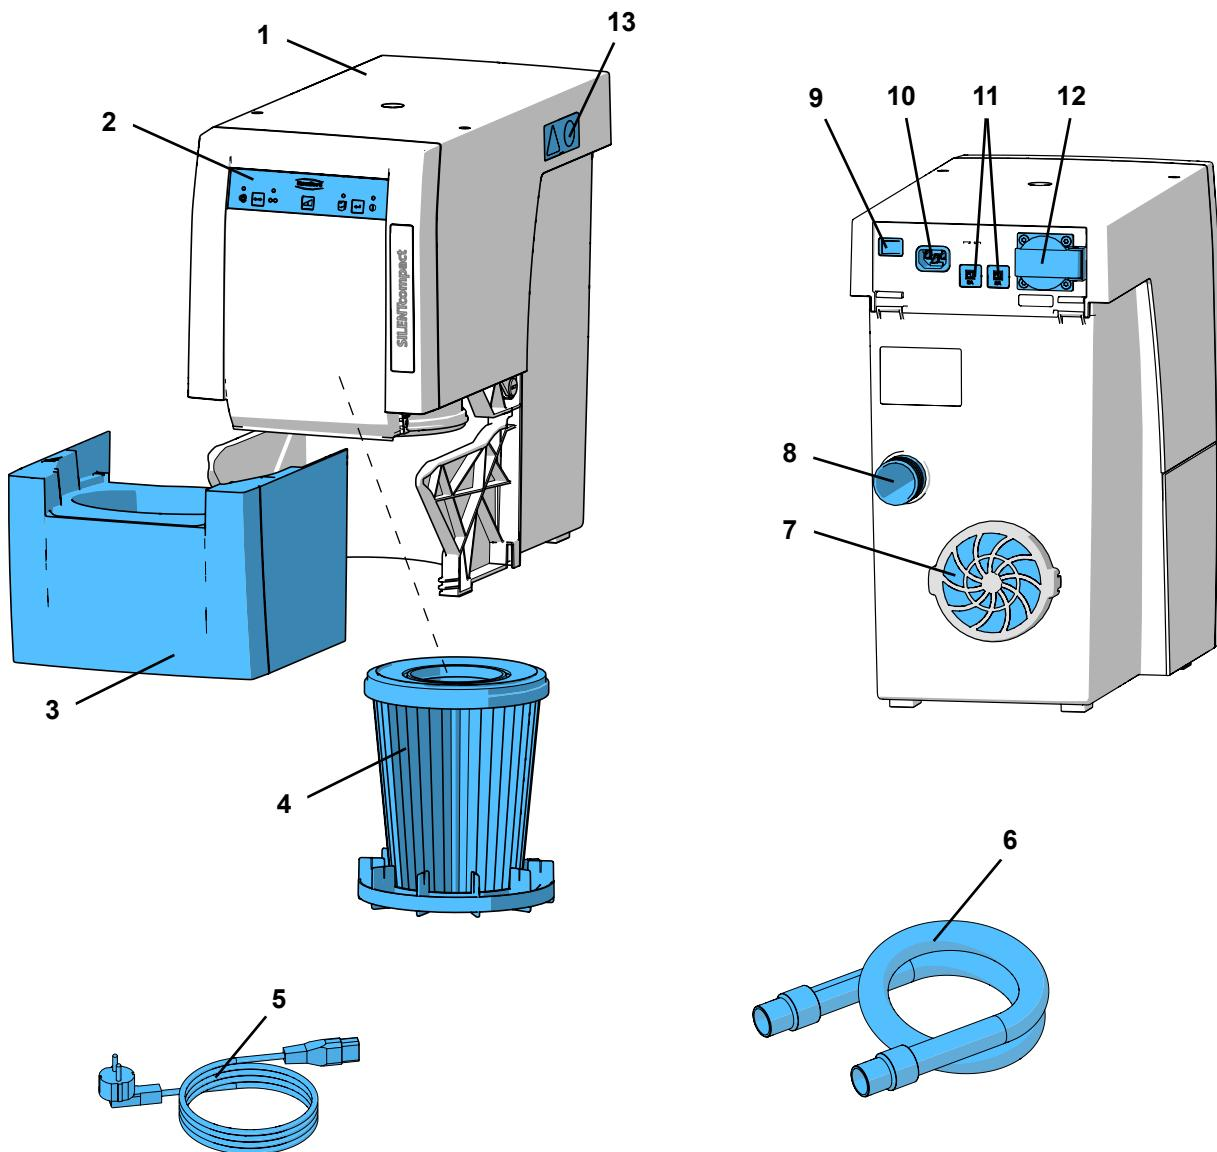

Fig. 1
- udsugningsluftudgangen (7, Abb. 1) ikke påvirkes.
- ⇒ Sluk apparatet på tænd/sluk-knappen (9).
- ⇒ Sæt netkablet (5, Fig. 1) i netttilslutningen (10).
- ⇒ Sæt sugeslangen (6, Fig. 1) på sugestudsen (8).